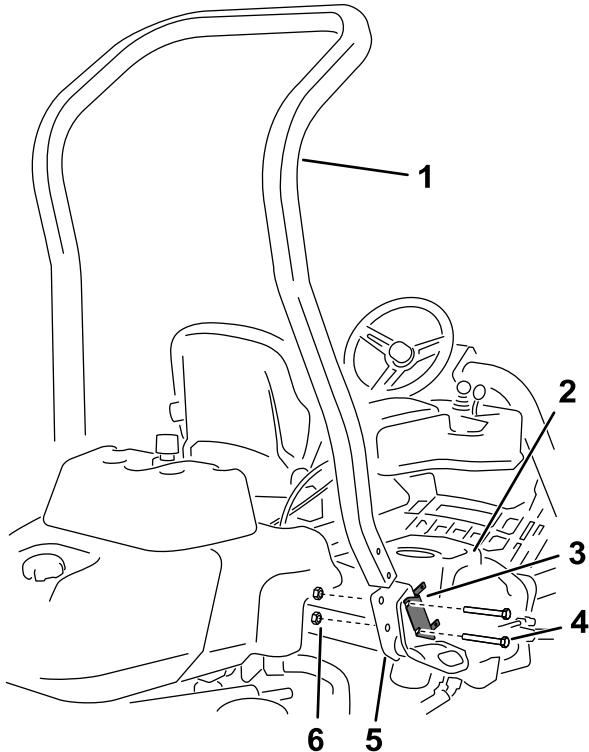

Рисунок 3
- Отверните 2 болта, которые крепят кронштейн блока предохранителей к кронштейну конструкции ROPS, как показано на Рисунок 3.